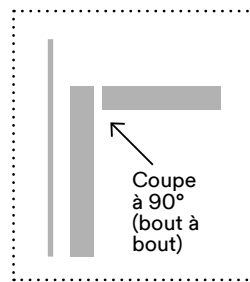

Figure 2
- Lorsque des raccords sont nécessaires, comme dans les angles ou pour les fins de rouleaux, vous pouvez réaliser des coupes à 90° (bout à bout) ou 45° (onglet). (*figure 2 et 3*)